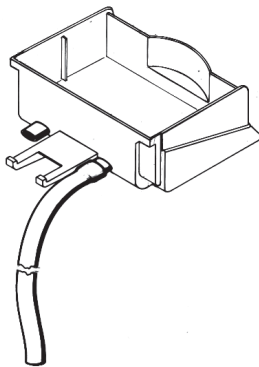

figura 1
- 6 El cajón recoge-gotas está provisto de dos uniones de desagüe con diafragma. En el caso en que se quiera vaciar de continuo el cajón, perforar el diafragma (por ejemplo empleando un destornillador) de uno de las dos uniones de desagüe y conectarlo a una tubo de desagüe (ver figura 1).